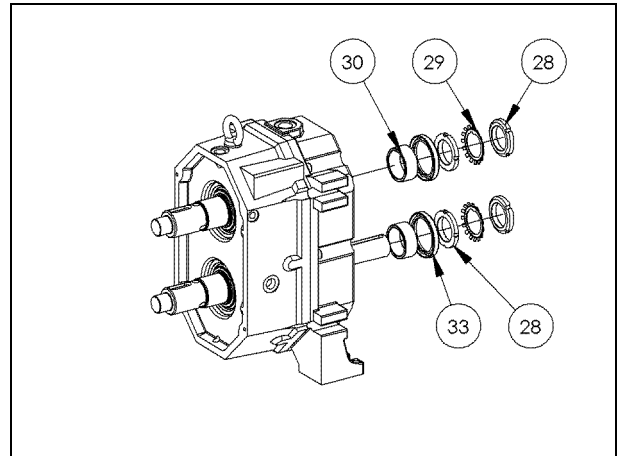

Fig. 16-9. Smontaggio cassa ingranaggi fase 2.
- 2 Svitare le due ghiera (P. 28) usando chiave a settore HN9, prima bisogna alzare l'aletta della rosetta (P. 29) che era stata ribattuta in una sede della ghiera (Fig. 16-9);
- 3 Sfilare le due rosette di sicurezza (P. 29) (Fig. 16-9);
- 4 Svitare le altre due ghiera (P. 28) usando chiave a settore HN9 (Fig. 16-9);
- 5 Usando cacciavite come leva estrarre i n° 2 anelli di tenuta (P. 33) (Fig. 16-9);
- 6 Sfilare i due distanziali, anelli IR, (P. 30) (Fig. 16-9);